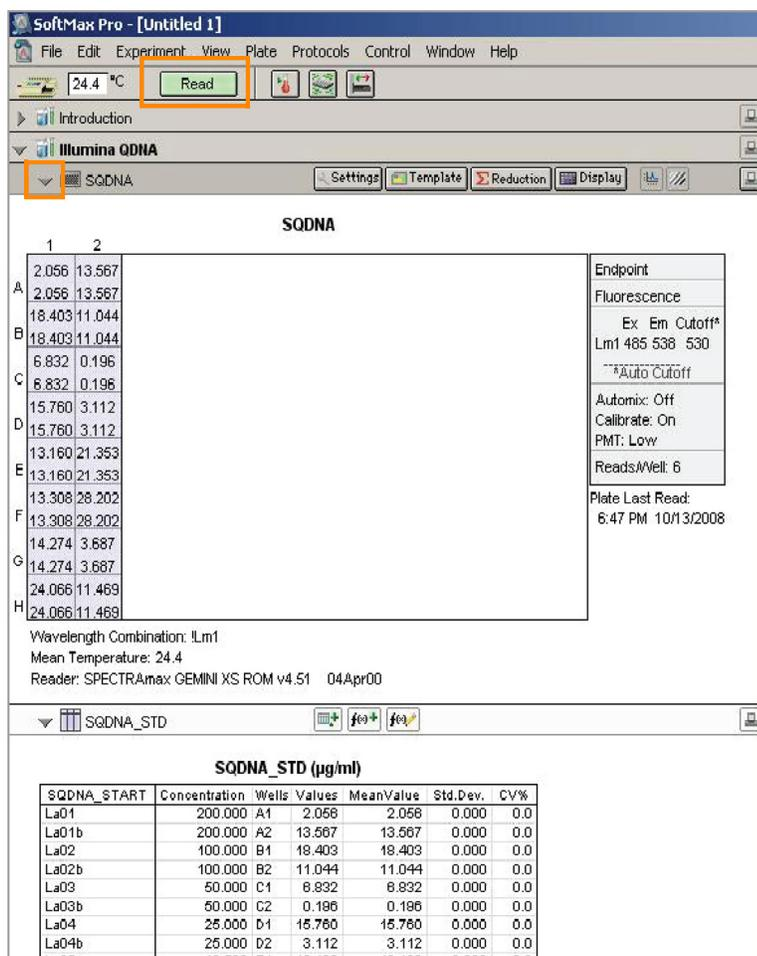

Рис. 24 Считывание планшета с образцом для количественного анализа ДНК
- Нажмите на синюю стрелку рядом с **SQDNA**, затем нажмите **Read** (Считать) (Рис. 24).